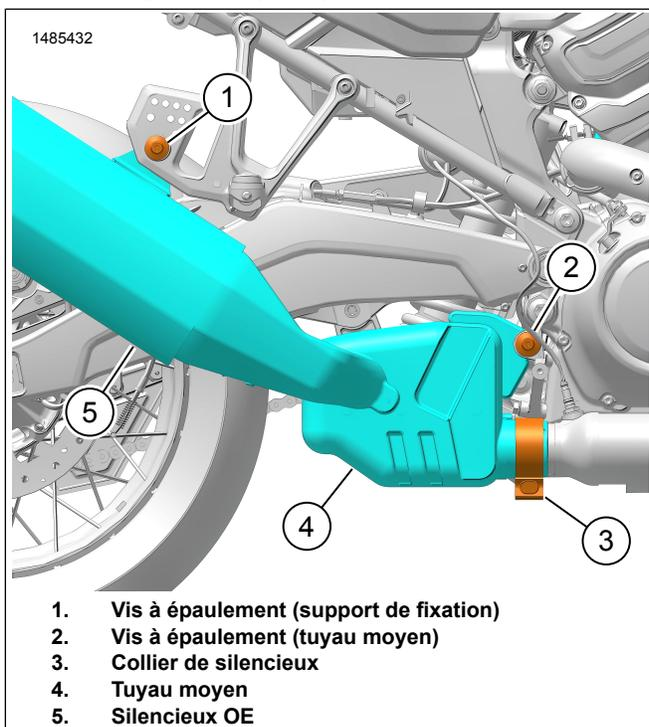

Figure 3. Ensemble échappement OE
1. Figure 3 Desserrer le collier du silencieux (3).
2. Retirer la vis à épaulement (2) du support du tuyau intermédiaire. Les conserver pour une utilisation ultérieure.
3. Retirer et jeter la vis à épaulement (1) du support.
- a. Éliminer le collier du silencieux OE (3).